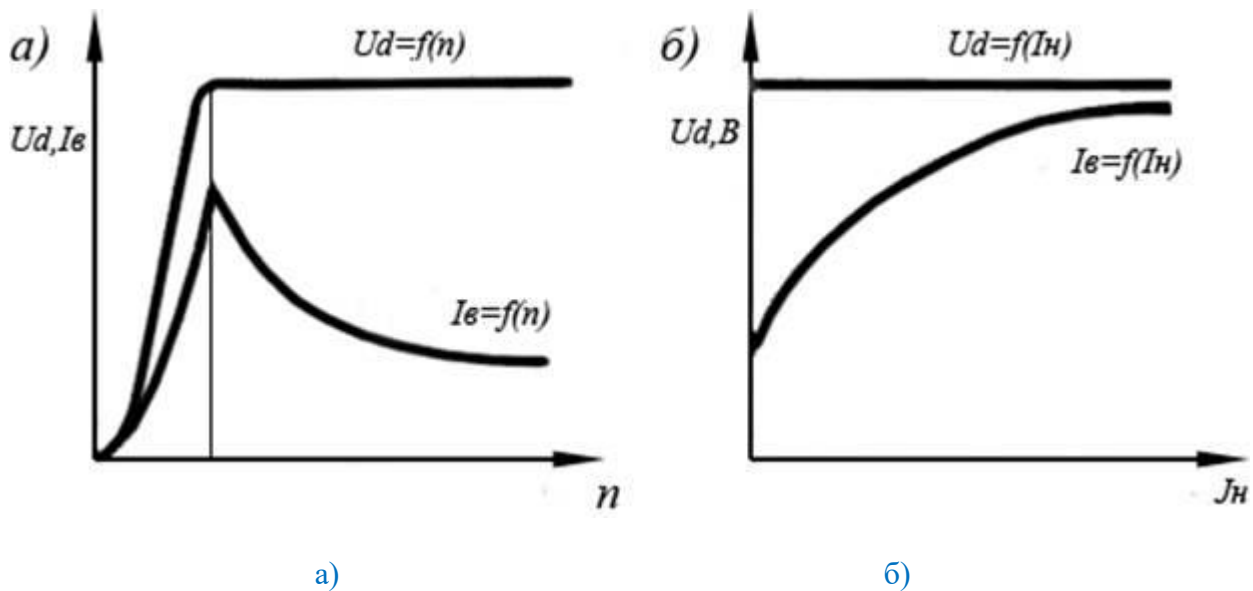

Рисунок 1.
1.2.3 Несмотря на разнообразное конструктивное исполнение, все регуляторы работают по единому принципу. Напряжение генератора зависит от трех факторов: частоты вращения его ротора, силы тока нагрузки и величины магнитного потока, создаваемого обмоткой возбуждения, который зависит от силы тока в этой обмотке (рисунок 1).